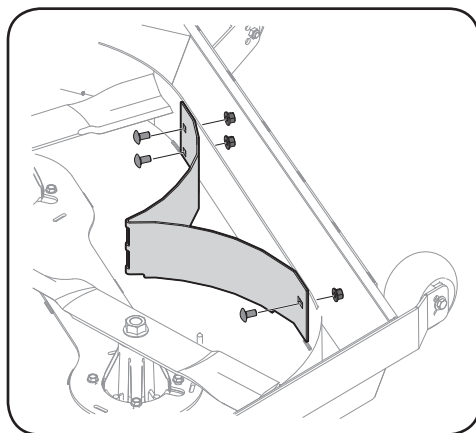

Figure 1-7
3. Fixez le déflecteur gauche avec trois boulons de carrosserie de 3/4 pouce et trois écrous à bride. Voir Figure 1-7.